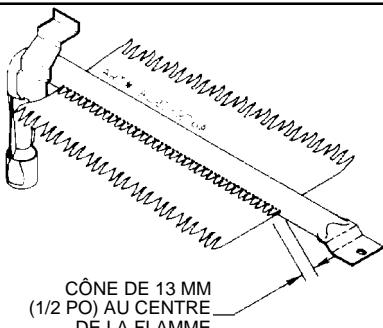

FIGURE 8
- La hauteur approximative de la flamme d'un brûleur du four doit présenter une partie bleue distincte de 13 mm (1/2 po) (voir la figure 8).